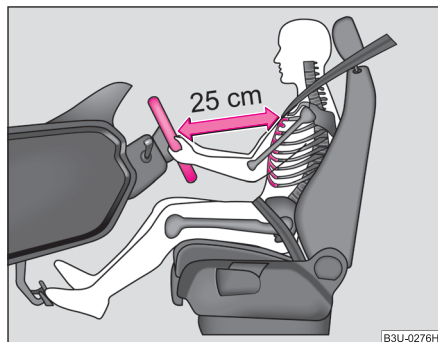

Fig. 116 Distanța corectă a conducătorului față de volan
- Reglați astfel scaunul conducătorului auto încât distanța dintre volan și torace să fie de cel puțin 25 cm ⇒ **fig. 116**.
- Între conducător și volan trebuie să existe o distanță de cel puțin 25 cm ⇒ pagina 143, fig. 116. Dacă nu se respectă această distanță, sistemul airbag nu își poate exercita eficiența maximă – Pericol!